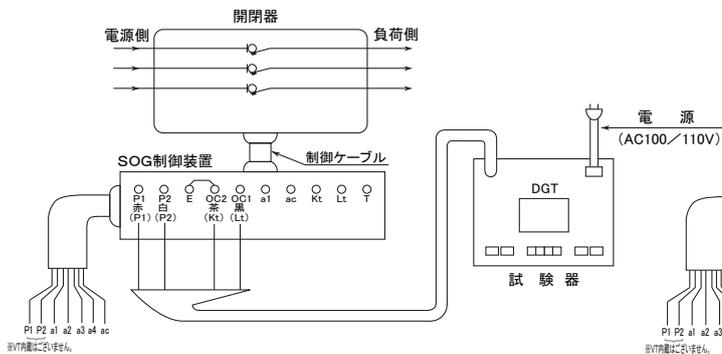

図7 戸上電機製作所製(DGT)による
- ① 通電電流および良否の判定は表5のとおりです。
- ② 図7・8の試験回路はOCR動作チェック回路です。
- ③ 図7・8は制御電源を制御装置パネル面(P1・P2)に接続する方法です。
なお、図7・8の回路で試験する場合は、制御装置パネルの制御電源切替スイッチを「試験」側にしてください。